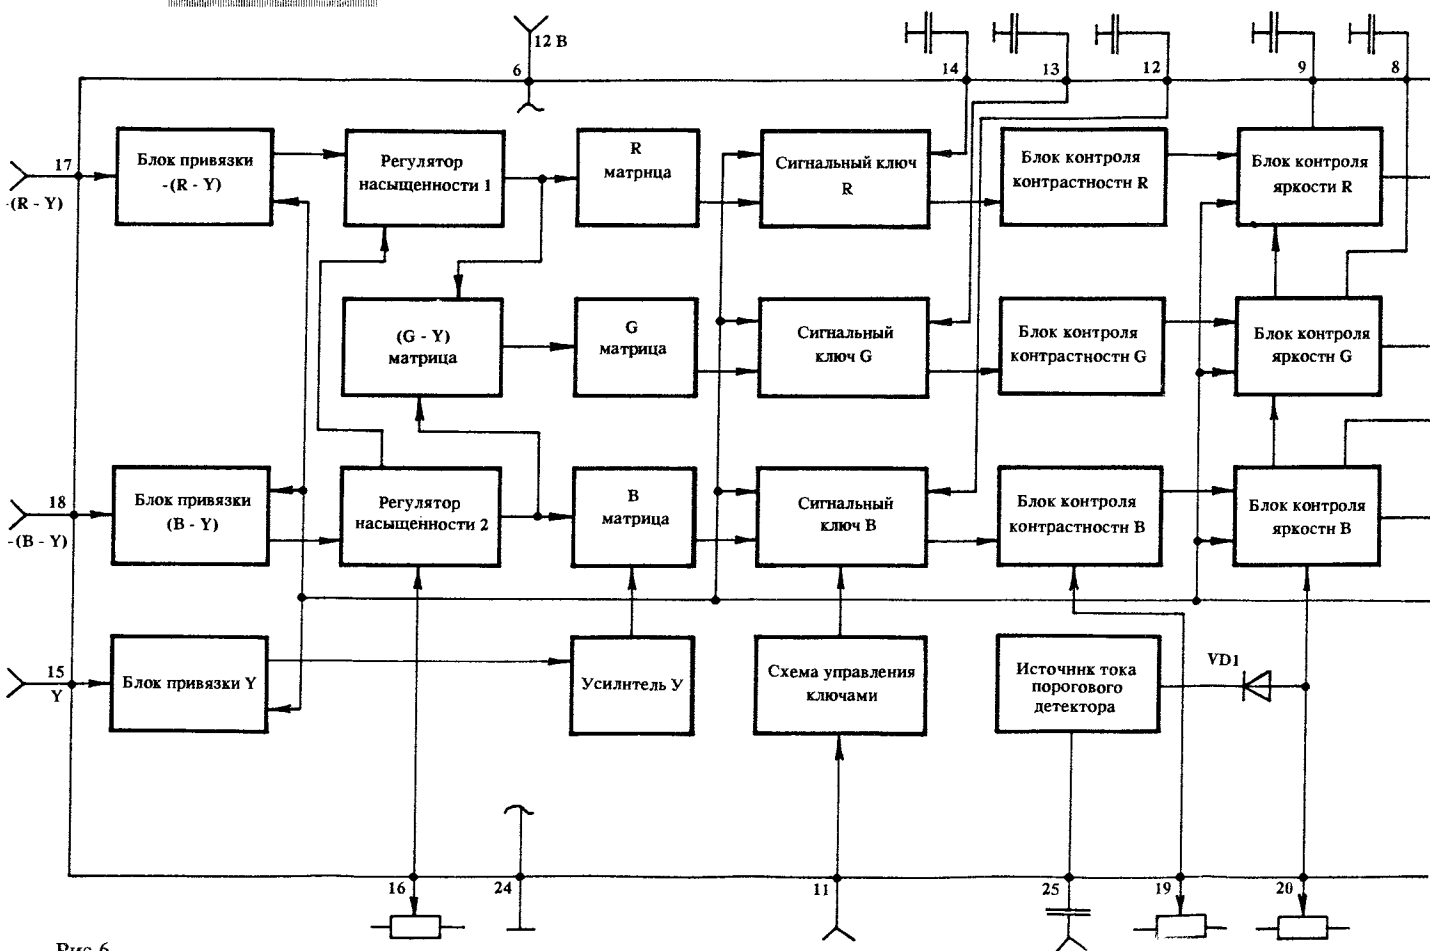

Рис. 6
Точное матрицирование при приеме сигналов системы НСТЦ в видеопроцессоре обеспечивает переключаемая матрица для этих сигналов (рис. 6).
В схемах фиксации уровней в каналах сигналов $E'R_1$, $E'G_1$ и $E'R_1$ (рис. 6) сигналы на инвертирующие входы компараторов поступают с выходов матрицы 1, что обеспечивает равные значения уровней черного на входах коммутатора 1 вне зависимости от того, какие сигналы поступают на микросхему. С помощью подаваемых на коммутатор 1 импульсов гашения DG в нем производится формирование в сигналах площадок во время обратного хода по строкам (H) и кадрам (V), необходимых для их дальнейшей обработки.
Напряжение, необходимое для схемы ограничения тока лучей, можно получить, например, способом, показанным на рис. 6. Напряжение, сформированное на измерительном резисторе R_M , через диод подается на источник порогового напряжения (на движке переменного резистора, подключенного к источнику напряжения 12 В). Внутреннее сопротивление источника гораздо меньше сопротивления измерительного резистора. Пока при малых токах лучей напряжение на нем меньше суммы напряжений на катоде диода и отсеки на нем, диод закрыт. При больших токах лучей диод открывается и напряжение на его катоду возрастает. Оно подается на схему ограничения среднего значения тока лучей через RC -фильтр, образующий среднее значение напряжения, и вывод 25. Этим переменным резистором можно регулировать напряжение на катоду диода и, следовательно, среднее значение тока лучей кинескопа. В практических схемах телевизоров для улучшения динамической характеристики ограничителя среднего значения тока лучей кинескопа применяются более сложные схемы. Управление яркостью, контрастностью и насыщенностью в декодере с видеопроцессором ЭКР1087ХА2 может производиться от цифровой двухпроводной шины I^2C через интерфейс TDA 8442.